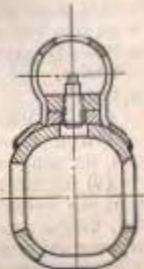

Рис. 27. Приварка намушника
(II) Изготовить новый намушник (см. рис. 25) и приварить его электродуговой сваркой электродом Э34-3 (рис. 27).